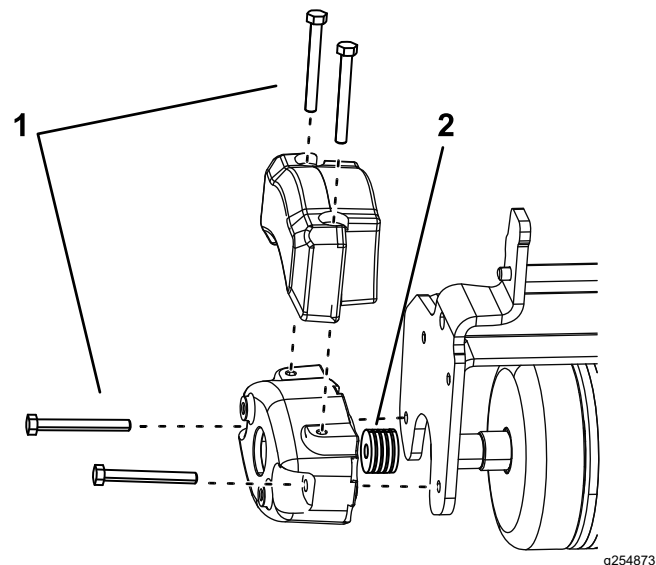

Figure 7
2. Installez 2 boulons (5/16"-18 x 2³/₄") comme illustré à la Figure 7.
3. Installez 4 entretoises (1/8") par boulon entre le contrepoids et la plaque latérale du rouleau triple (Figure 7).